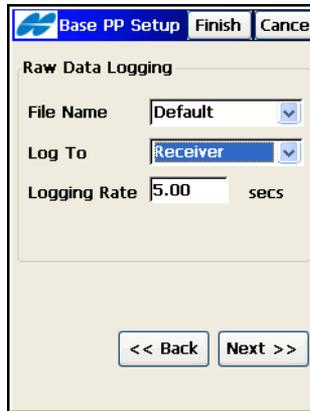

Abbildung 4-57. Basis PP-Setup
2. Richten Sie die Parameter der Rohdatenaufzeichnung ein: Dateinamen, Ziel für die Rohdatenspeicherung und Intervall (Abbildung 4-57 auf Seite 4-49). Tippen Sie auf **Weiter**.